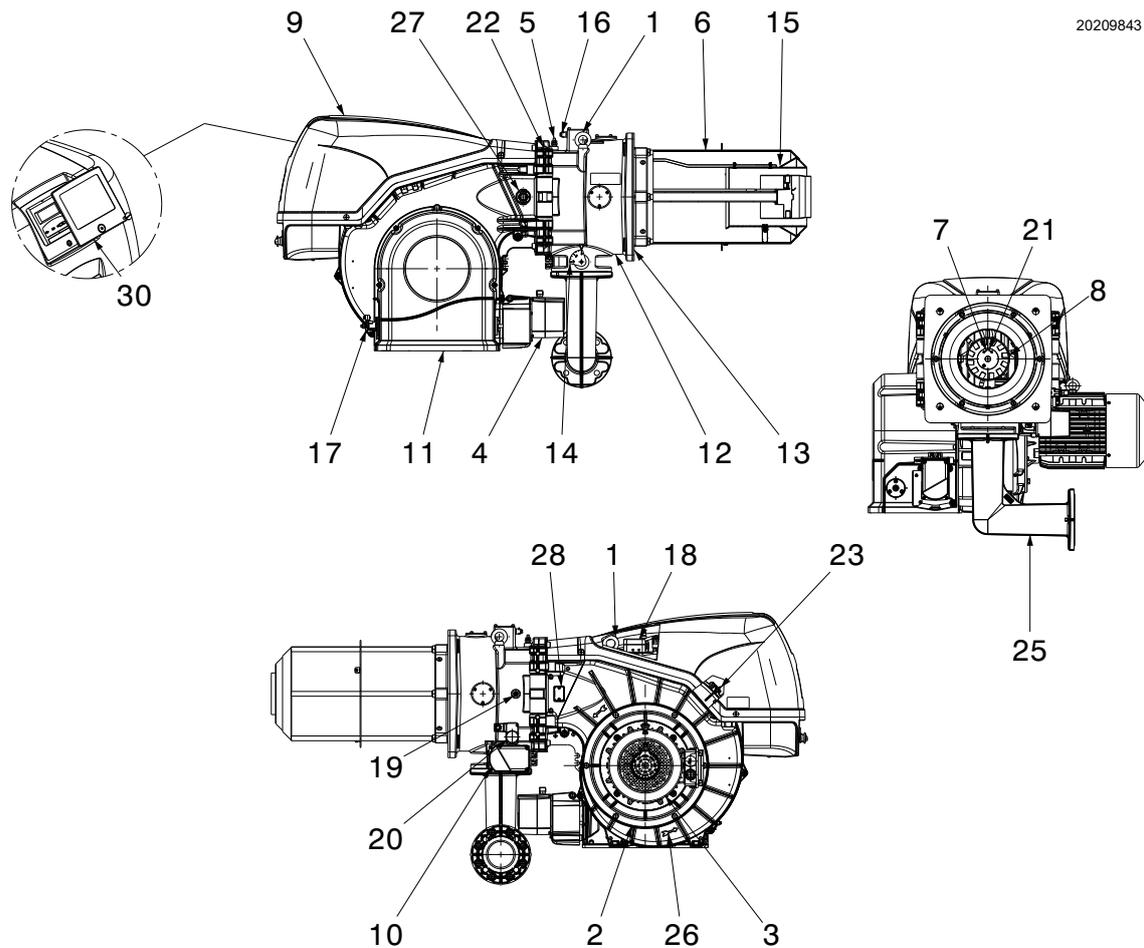

Fig. 4
- (1) Condizioni di riferimento: Temperatura ambiente 20°C - Temperatura gas 15°C - Pressione barometrica 1013 mbar - Altitudine 0 m s.l.m.
(2) Pressione alla presa 5)(Fig. 4 a pag. 11) con pressione zero in camera di combustione ed alla potenza massima del bruciatore.
(3) Pressione sonora misurata nel laboratorio combustione del costruttore, con bruciatore funzionante su caldaia di prova, alla potenza massima. La Potenza sonora è misurata col metodo "Free Field", previsto dalla Norma EN 15036, e secondo una accuratezza di misura "Accuracy: Category 3", come descritto dalla Norma EN ISO 3746.
sostituire il pressostato di massima GW 500 (Fig. 4 a pag. 11) installato sul bruciatore con il pressostato GW 150 fornito a corredo.